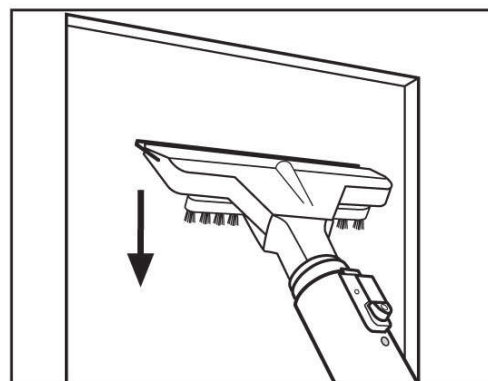

Fig. 12
- druk de rubberen rakel op het oppervlak en zuig het aanwezige water op met verticale, rechtlijnige bewegingen naar beneden (**Fig. 12**).